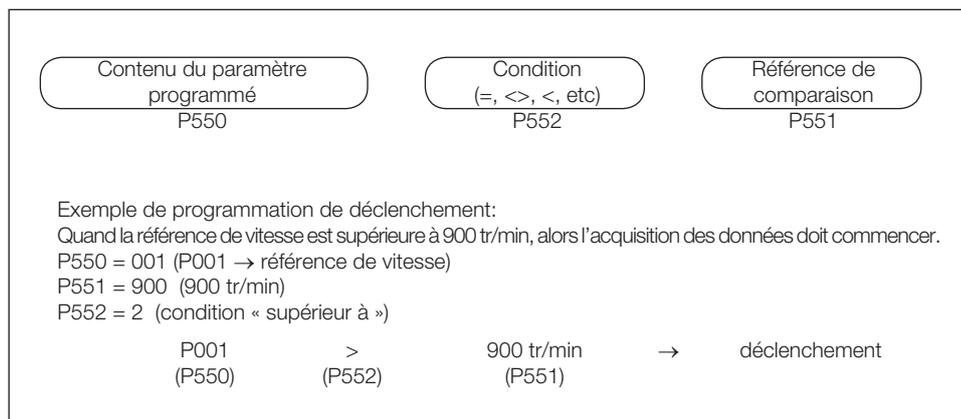

Figure 12.1: Exemple de programmation de déclenchement
- Le déclenchement peut être programmé de différentes manières. N'importe quel paramètre disponible du MVW-01 peut être utilisé comme déclencheur, et ce paramètre est programmé dans P550. La valeur du paramètre programmé dans P550 est comparée à une référence réglée par l'utilisateur dans le paramètre P551. Le type de comparaison entre le paramètre et sa référence s'établit en programmant P552 et peut être =, <>, >, <, un défaut d'onduleur ou une sélection binaire ⁽¹⁾ (ou masque de bits). Lorsque la condition de comparaison est remplie, le stockage des canaux de tracé est déclenché (voir l'exemple de la Figure 12.1 à la page 12-1).